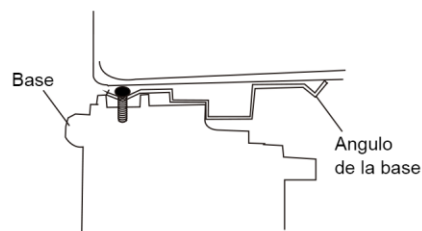

Fig.12
2. Coloque el gabinete en la ventana con el ángulo de repisa inferior firmemente asentado sobre la base de la ventana según se muestra. Baje temporalmente la ventana detrás del ángulo superior para sostener el gabinete en su sitio (Fig. 12).
Paso 2. Vuelva a marcar una línea en el panel de aislamiento R1 que se suministra, de acuerdo con una longitud de 1/8" (3 mm) menos que la anchura medida en el Paso 1. A continuación, corte el panel de aislamiento R1 a lo largo de la línea (Fig. 12).